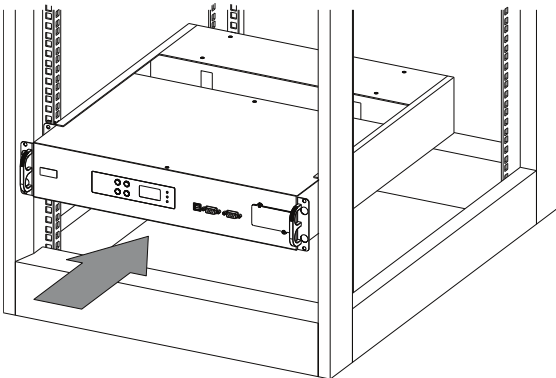

Abbildung 6
8. Setzen Sie die Statys XS-Einheit wieder ein (Abbildung 6) und bringen Sie den manuellen Bypass wieder in die Position „N“.